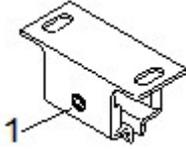

Abb. 6:
- » Bohren Sie Löcher an den angezeichneten Stellen und schrauben Sie die Führungsschielenhalter fest. Drehen Sie dabei die Klemmschrauben (1 – Abb. 6) 2-3mm heraus, damit die Schiene einrasten kann.